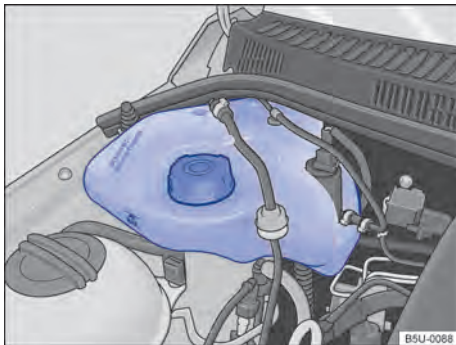

Fig. 175 No compartimento do motor: reservatório de gasolina para o sistema de partida a frio.
O reservatório de gasolina do sistema de partida a frio encontra-se no compartimento do motor, no lado direito → Fig. 175.
- Nunca ultrapassar a marca "MAX" indicada no reservatório → Fig. 175.